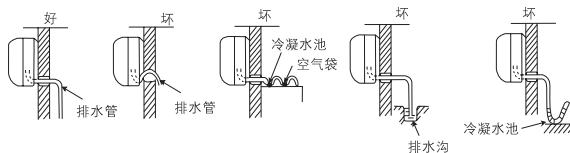

图28
- (1) 用附件⑯排水管与室内机组的出水管连接起来。
- (2) 如要使冷凝水流得流畅,排水管应倾斜少许,如图28所示。